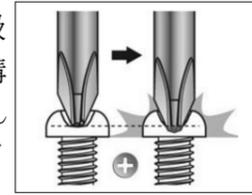

図1 新たな溝を作る
5. なめたねじはハンマーで叩き、新たな溝を作り出して回します(図1)。